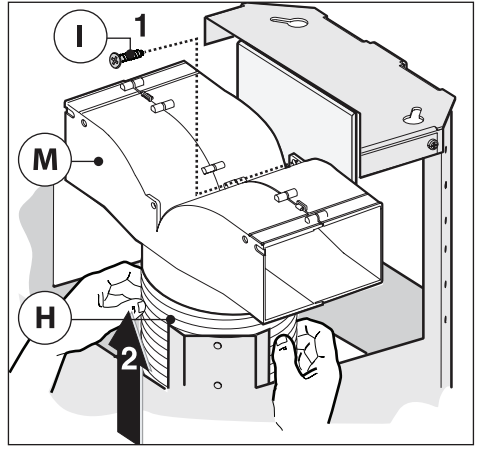

Fig.11
- Unir o tubo flexível H ao deflector M e fixar o parafuso I como indicado na (Fig.11).